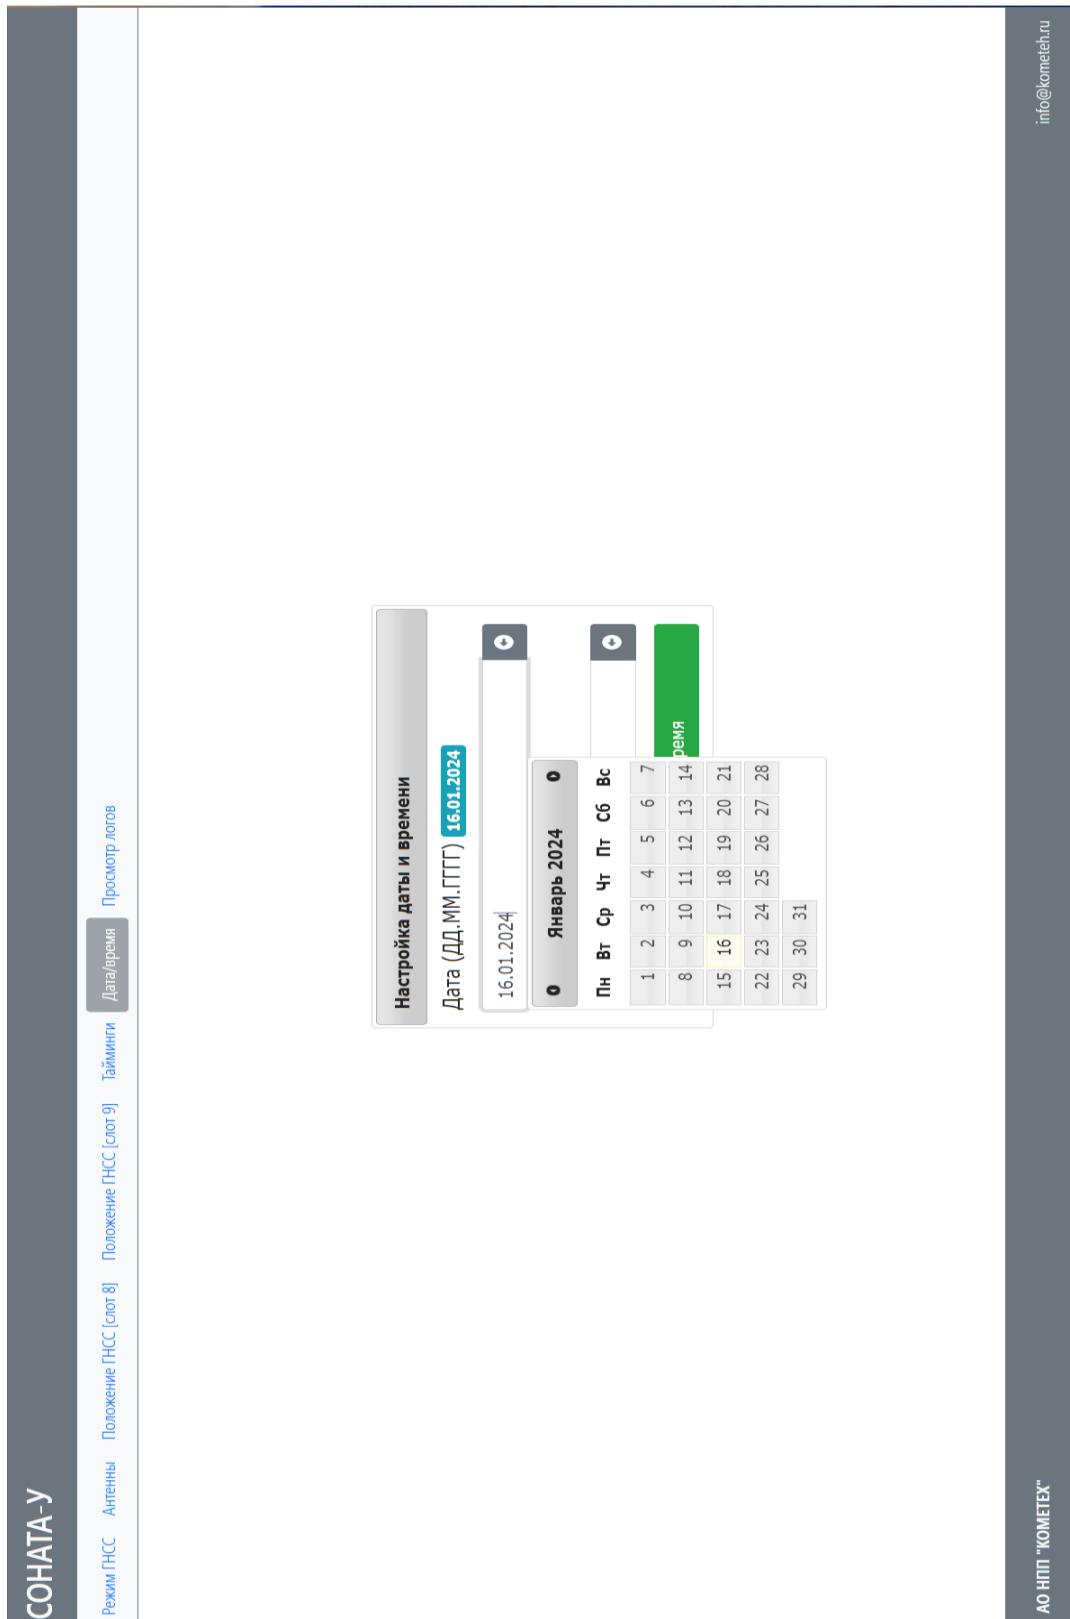

Рис. 6. Вкладка установки даты и времени
– в открывшемся окне перейти на вкладку установки даты и времени «Дата/время» (Рисунок 6);